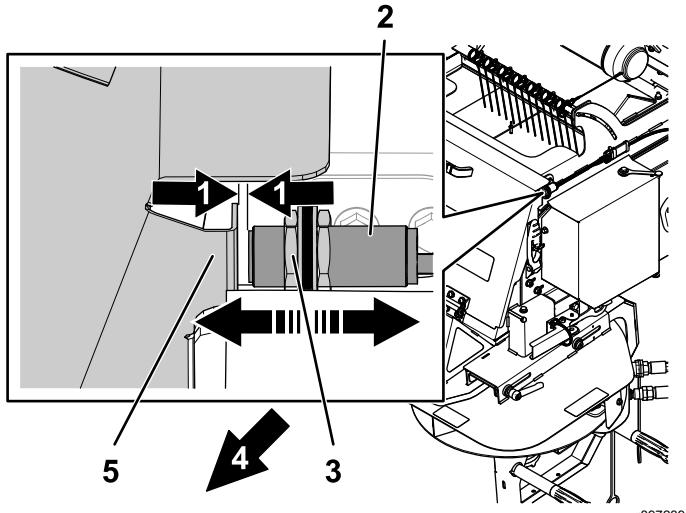

Figure 10
8. Réglez le jeu entre le capteur et la porte de la trémie 3 mm, comme montré à la Figure 10, à l'aide des écrous de réglage. Le jeu ne doit pas dépasser 6 mm.